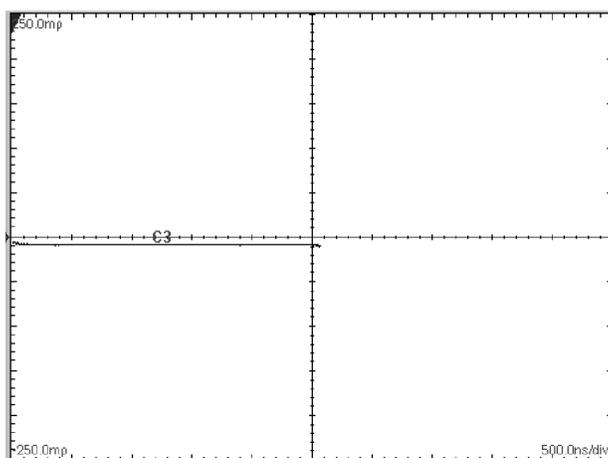

Рис. 17: Ступенчатый сигнал TDR неповрежденного импульсного модуля
- При проверке импульсного модуля с функцией TDR, присоедините оконечную нагрузку с сопротивлением 50 Ом ко входу канала и выполните измерения методом TDR для присоединенного устройства. Установите значение HORIZONTAL SCALE (шкала по горизонтали), равное 500 нс/дел. Это позволит отобразить полный ступенчатый сигнал TDR от фронта и до фронта. Отобразите верхнюю часть ступенчатого сигнала в масштабе 40 мр/дел. и проверьте степень его плоскостности. Если верхняя часть сигнала выгнулась, просела, искривилась или наклонилась, можно предположить, что модуль получил повреждение в результате электростатического разряда и необходим его ремонт. (См. рис. 17.)